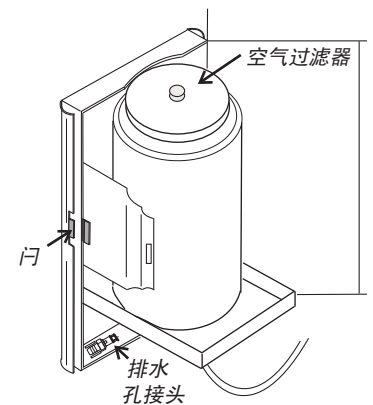

图 1-13. 水瓶
2. 打开位于仪器前面，控制板下方的检修门。请参阅图 1-13。